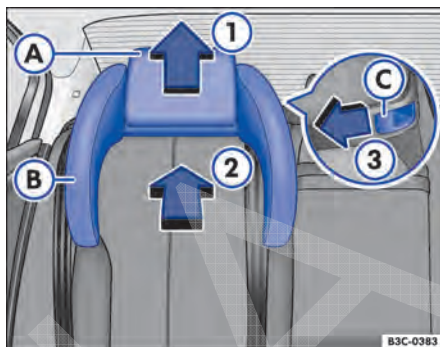

Fig. 85 Cadeira de criança integrada: encaixar os apoios para cabeça laterais.
- Empurrar o apoio para cabeça ⇒ Fig. 85 (A) para cima ①.
- Pressionar o apoio para cabeça lateral (B) de frente no sentido da seta ② sobre as hastes do apoio para cabeça.
- O apoio para cabeça lateral deve se travar. A marcação vermelha não pode mais estar visível (C).
- Empurrar o apoio para cabeça ⇒ **Fig. 85 A** para cima ⇒ **Fig. 85 1**.
- Empurrar o botão de destravamento ⇒ **Fig. 85 C** no sentido da seta ⇒ **Fig. 85 3** para poder retirar o apoio para cabeça lateral.